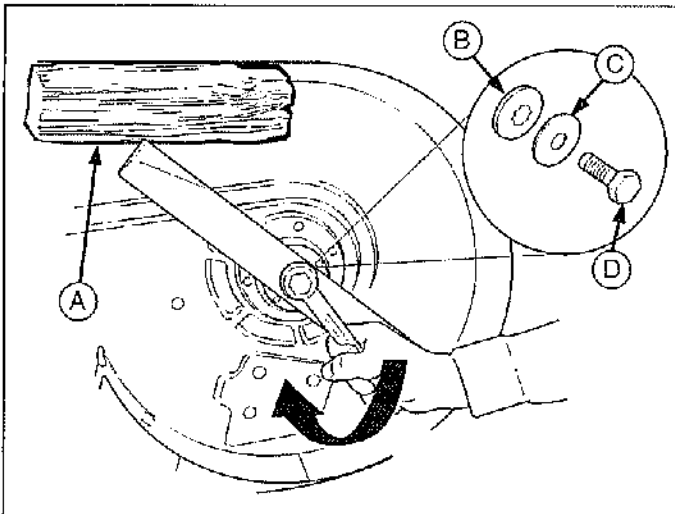

Figure 35. Installation de la lame - Tondeuses de 137 cm
**Modèles de 138 cm :** Remonter la rondelle hexagonale (B, figure 35), la rondelle élastique (C) et le boulon de fixation (D). Bloquer la lame avec une cale en bois (A) pour l'empêcher de tourner et serrer le boulon de fixation (D) à 61-75 Nm.
2. Retourner la tondeuse et vérifier la position des lames. Celles-ci doivent être positionnées perpendiculaires l'une à l'autre comme l'indique la figure 35. Si ce n'est pas le cas, passer à l'étape 3.
Le modèle K66 est une unité étanche et ne requiert aucun entretien régulier. Le niveau d'huile de transmission peut être vérifié au trou d'accès situé derrière la roue arrière gauche (voir la figure 35). A l'aide d'une lampe dirigée vers l'arrière de la chambre d'expansion, vérifier le niveau d'huile. Il devrait y avoir approximativement 1 cm d'huile dans la chambre. En cas d'absence d'huile dans la chambre, consulter un concessionnaire.